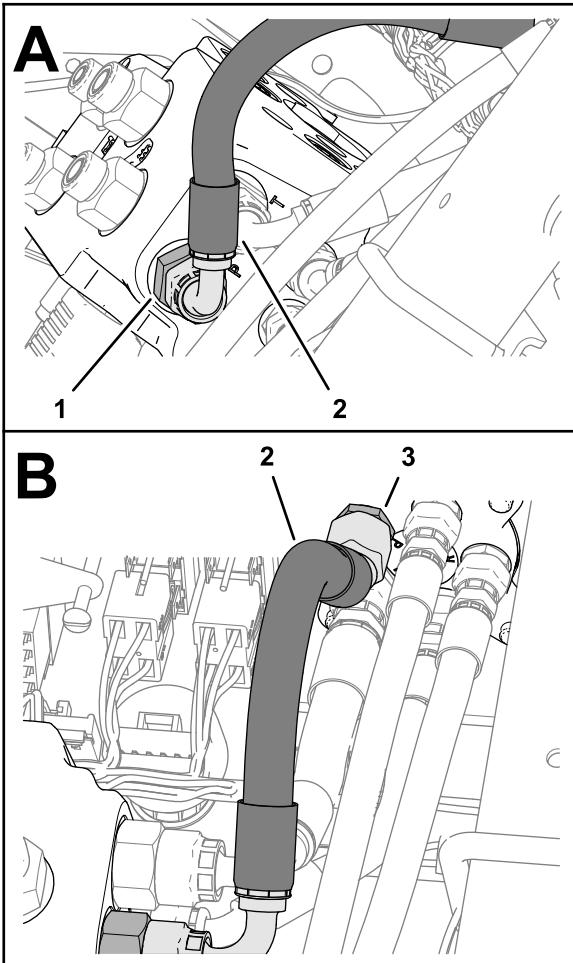

Figura 118
11. Monte a união de 90° do tubo 10 x 264 mm na união da porta P da válvula de direção EHI (Figura 118).
12. Monte a união de 45° do tubo 10 x 264 mm na união da porta P da válvula de direção, e aperte ambas as uniões dos tubos (Figura 118).